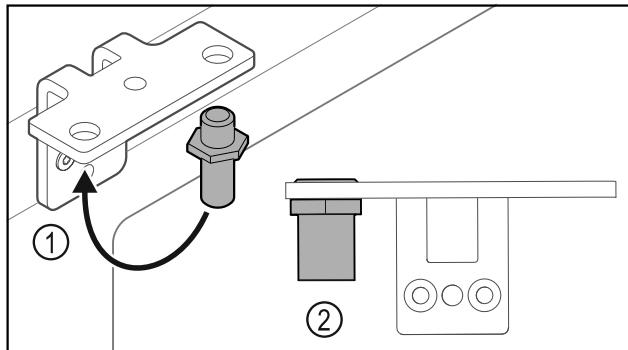

Fig. 31
- Premjestite svornjake Fig. 31 (1) u kutnim šarkama.
- Pritegnite svornjake Fig. 31 (2) **okretnim momentom od 12 Nm.**